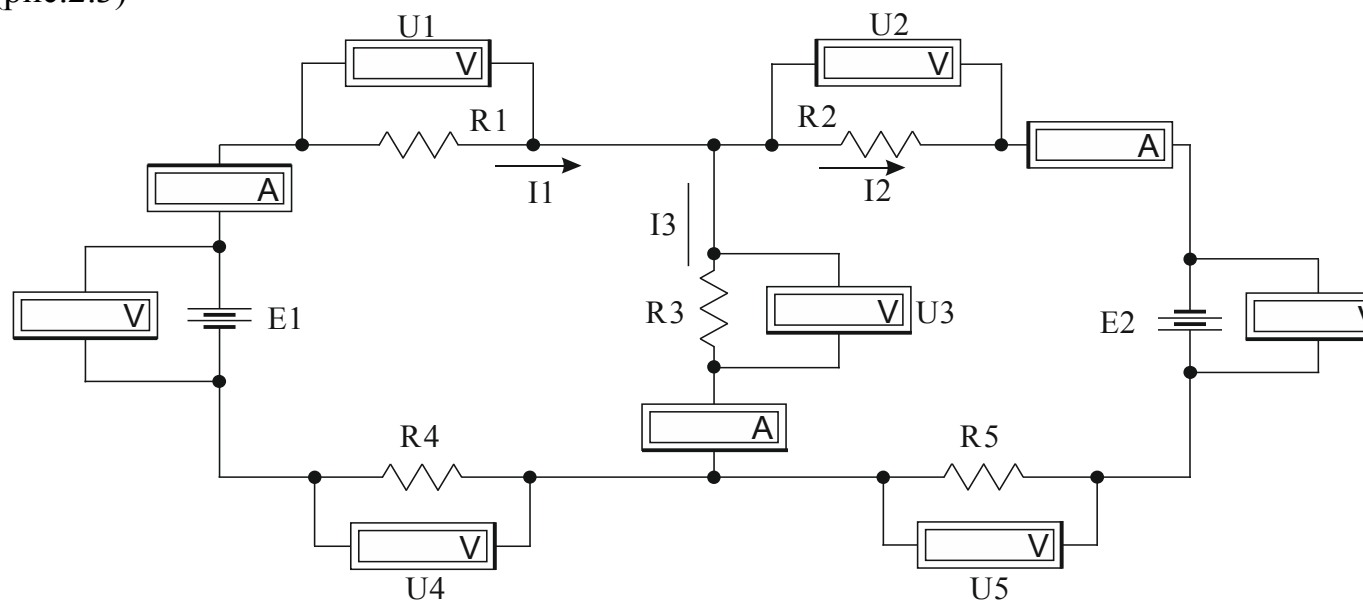

Рис.2.3.
2.1. В схеме для проверки I и II законов Кирхгофа изменить направление ЭДС E2 (рис.2.3)